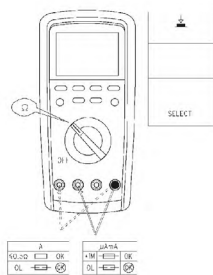

图 4b
- \* 测量 >40M $\Omega$  超高阻时可用 nS 量程测量其电导 G:  $G=1/R(\Omega)$ , 单位为西门子 (S)=109/R( $\Omega$ ), 单位为 (nS)
- \* 利用电阻测量功能可自检内置保险丝, 详见 (图 4b)